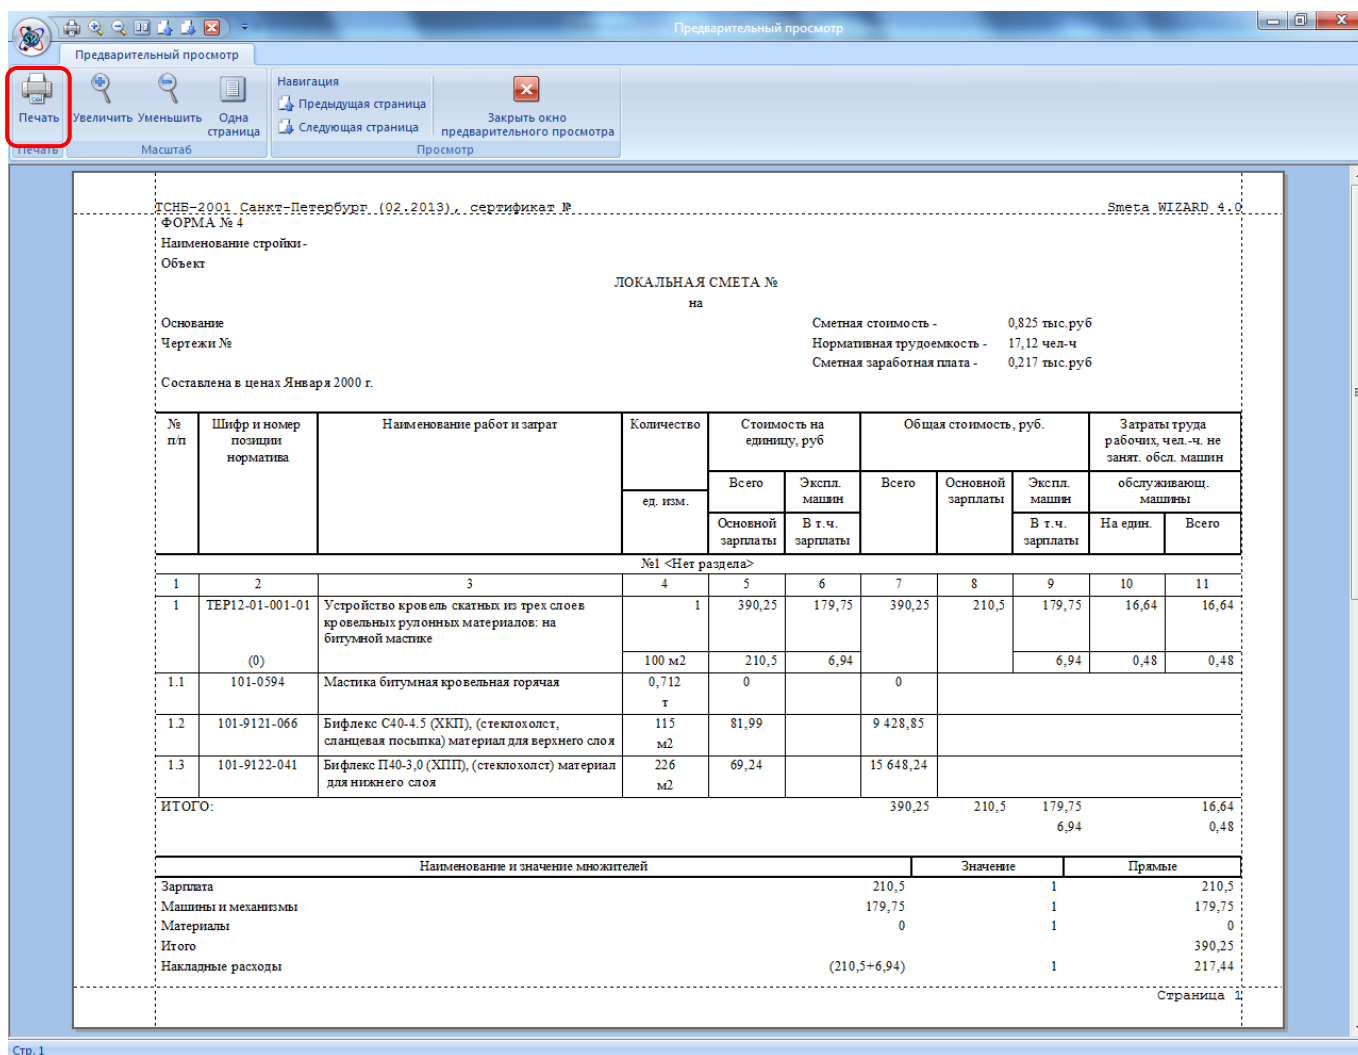

Рис. 3.22 Диалоговое окно Предварительный просмотр
3. В открывшемся диалоговом окне *Предварительный просмотр* (рис. 3.22) выполнить команду **Печать**.